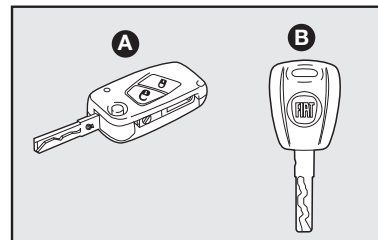

fig. 1
- chave principal tipo canivete **A-fig. 1.**
- chave reserva **B-fig. 1.**
Para algumas versões a chave reserva também é do tipo canivete **A-fig. 1.**